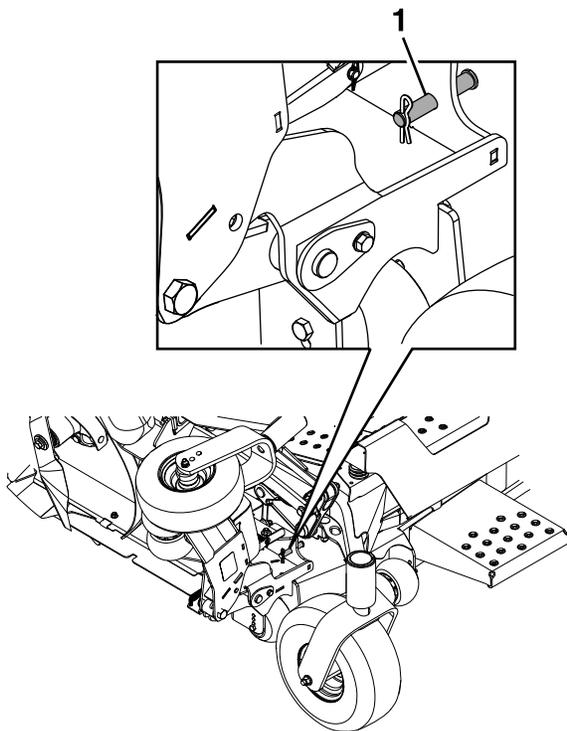

Рисунок 17
1. Удалите шплинтуемый штифт и шплинт, которые крепят каждое крыло в вертикальном положении, и поместите их в положение для хранения (Рисунок 17).